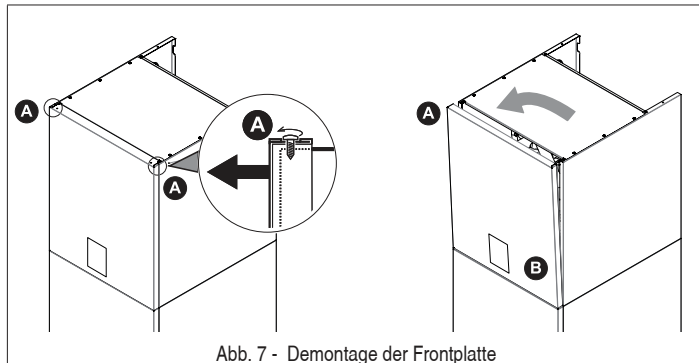

Abb. 7 - Demontage der Frontplatte
- Die Schrauben A teilweise lösen (siehe "Abb. 7 - Demontage der Frontplatte").
- Die Platte B herausziehen und aus den oberen Befestigungen aushaken (siehe "Abb. 7 - Demontage der Frontplatte").